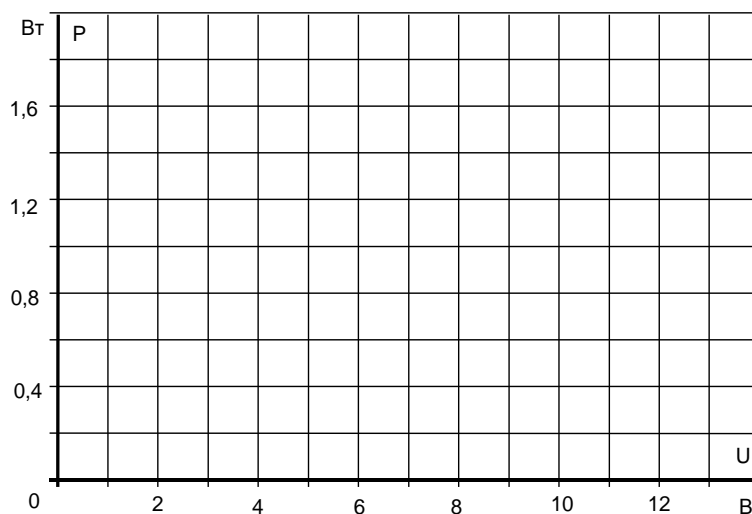

Рисунок 5.2. График значения мощности
- Внесите в табл. 5.1 измеренные величины токов вместе со значениями мощности, рассчитанными по формуле $P = U \cdot I$ или измеренными виртуальным ваттметром (в блоке дополнительных приборов). Перенесите значения мощности на график (рис. 5.2) для построения кривой $P = f(U)$.